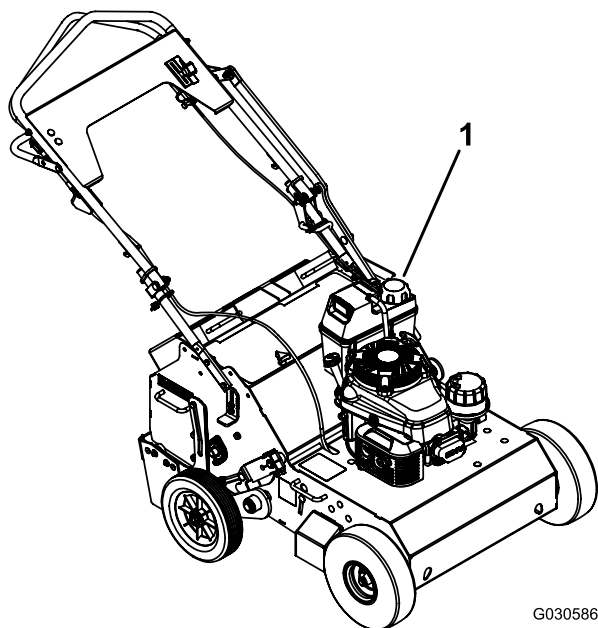

Рисунок 8
1. Очистите поверхность вокруг крышки топливного бака (Рисунок 8).